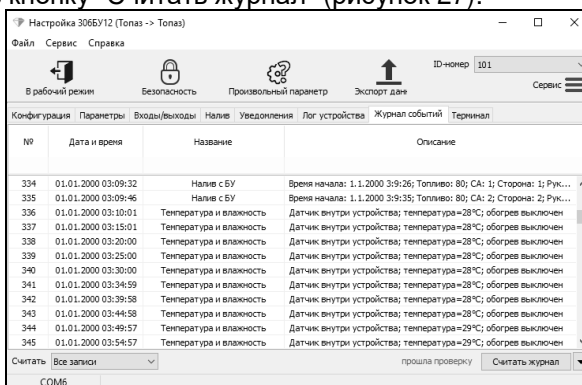

Рисунок 27
9.2 Для считывания журнала событий необходимо выполнить подготовительные действия, описанные в п.п. 7.1, считать конфигурацию устройства, перейти на вкладку "Журнал событий". Программа позволяет считать весь журнал, либо за определенный период времени: для этого в левом нижнем углу программы необходимо выбрать нужное значение, затем нажать кнопку "Считать журнал" (рисунок 27).